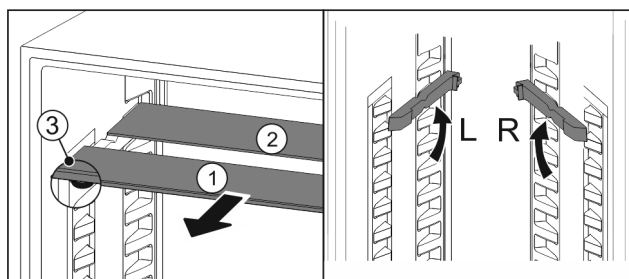

Fig. 105
- Glasplaten afzonderlijk vanaf de voorkant eruit trekken Fig. 105 (1).
- ▷ Glasplaat Fig. 105 (1) met sierlijst ligt voor.
- ▷ Stops Fig. 105 (3) zijn naar onder gericht.